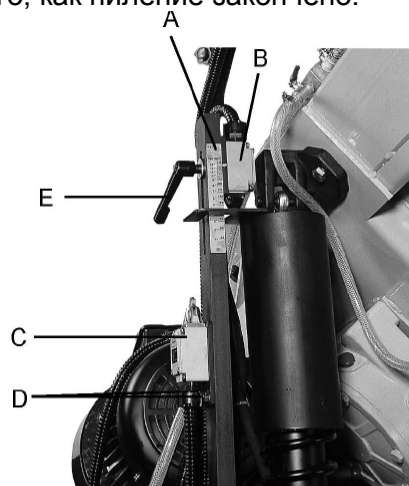

Рис.7
2. Разблокируйте концевой выключатель (В, Рис. 7), ослабив рукоятку (Е, Рис. 7).
3. В соответствии со шкалой (А, Рис. 7) установите необходимую высоту подъёма.
4. Затяните рукоятку (Е, Рис. 7).
5. Если пила автоматически не отключается после завершения распила, значит нужно отрегулировать концевой выключатель (С, Рис. 7). Обратитесь к разделу «Автоматическое отключение» путём ослабления двух винтов (D, Рис.7).